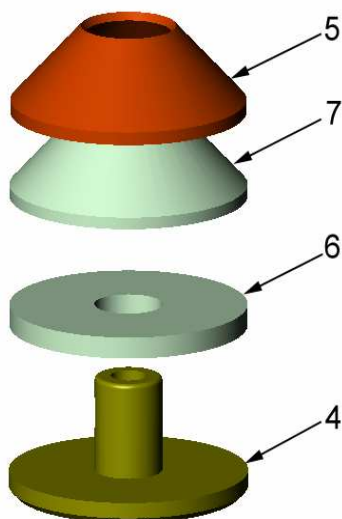

Figure 16
4.5 Installez la cartouche plate de l'outil de coupe (élément n° 6) sur le support (voir Figure 16).
4.6 Empilez la cartouche conique de l'outil de coupe (élément n° 7) sur la cartouche plate avec le diamètre le plus grand positionné vers le bas (voir Figure 16).
4.7 Placez la douille (élément n° 5) sur la cartouche conique de l'outil de coupe (voir Figure 16).